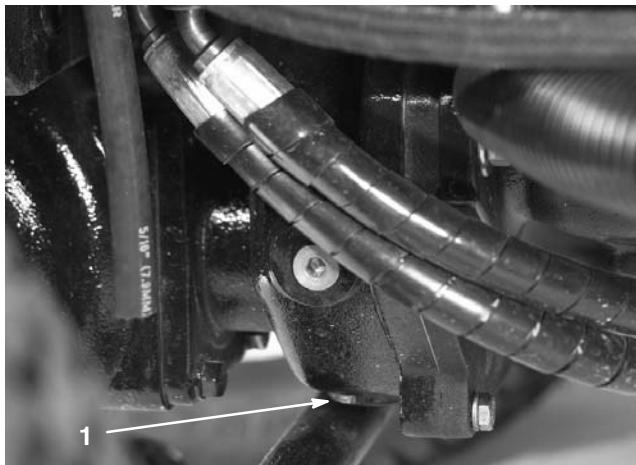

Bild 72
- Reinigen Sie den Bereich um die Ablassschraube an der Unterseite des Getriebes (Bild 72).